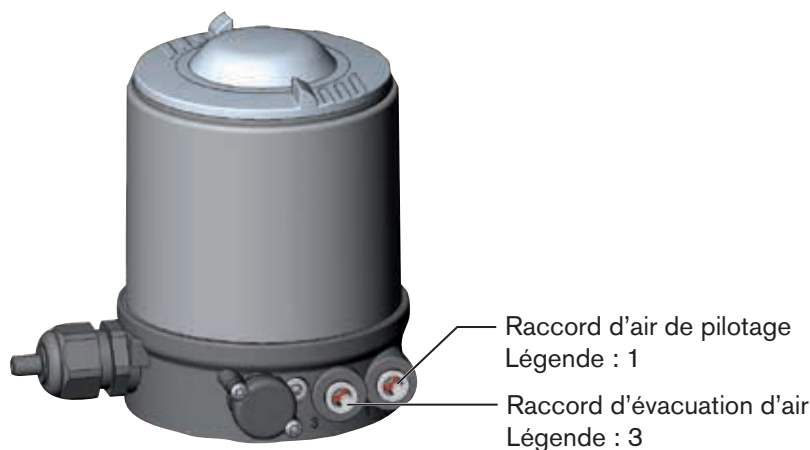

Figure 19 : Raccordement pneumatique
- Monter la conduite d'évacuation d'air ou un silencieux sur le raccord d'évacuation d'air (3) (voir « Figure 19 »).